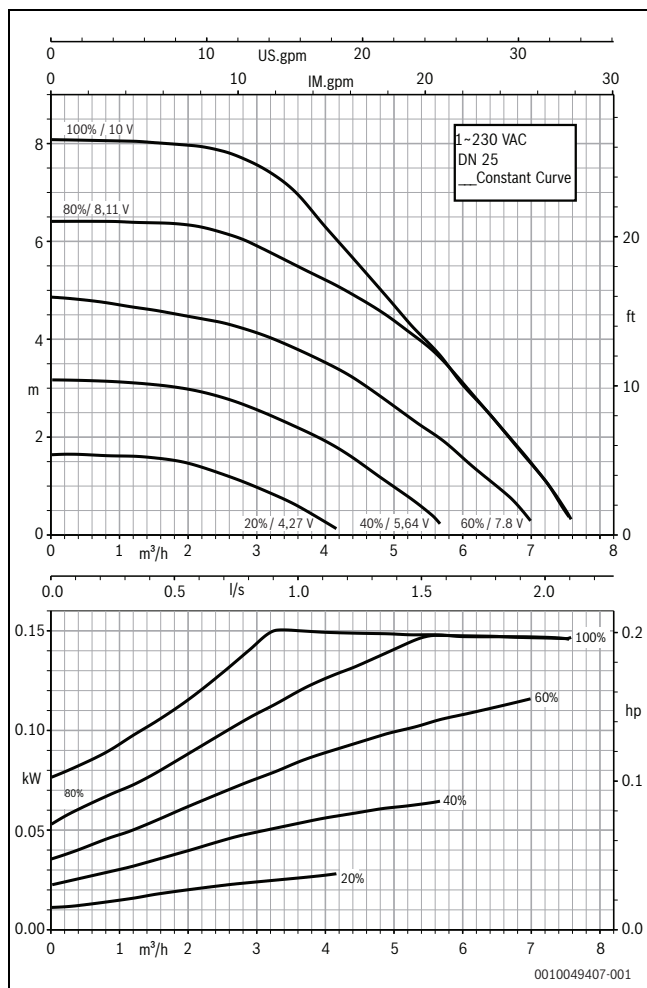

Afb. 8 Display
- Om de gewenste bedrijfsmodus in te stellen, houdt u de bedieningsknop minimaal 0,5 seconde ingedrukt tot het symbool voor de externe instelling (→ afbeelding 8 [1]) knippert.